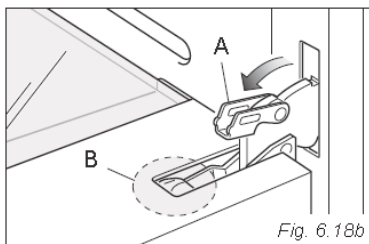
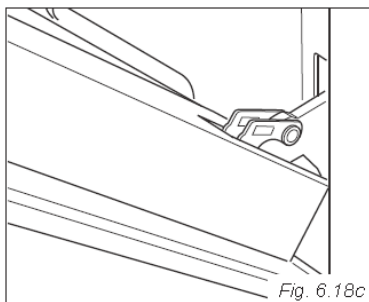

Fig. 6.18b
Fig. 6.18c
- Abra a alavanca "A" completamente, nas dobradiças esquerda e direita (fig. 6.18b).
- Feche suavemente a porta (fig. 6.18c) até que as alavancas da dobradiça esquerda e direita "A" estejam engatadas na parte "B" da porta (fig. 6.18b).